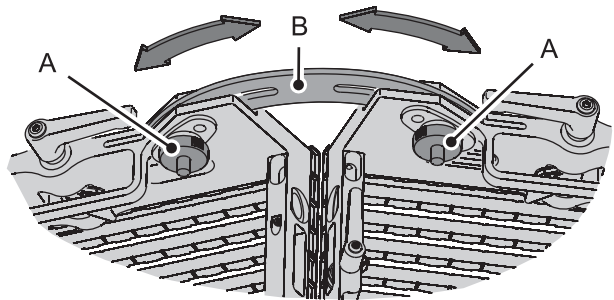

Bild 16: Gekrümmte, horizontale Verbindung der Module
4. Siehe Bild 16. Montieren Sie die Rändelschrauben **A** des Curving Kits im oberen und unteren Abschlussprofil jedes Moduls. Verwenden Sie die mitgelieferten Stopfmuttern, um ein Herausfallen der Schrauben zu verhindern.